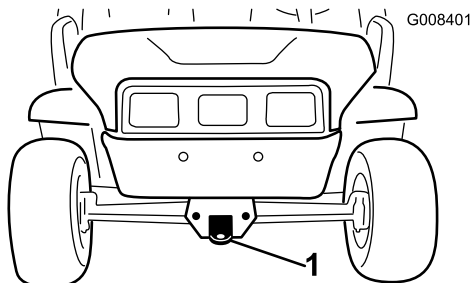
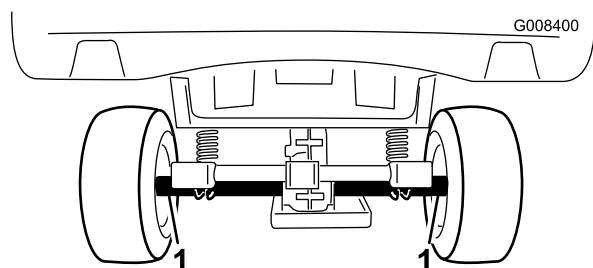

Figura 21
Figura 22
Para transportar la máquina largas distancias, será necesario utilizar un remolque. Asegúrese de que la máquina está firmemente sujeta sobre el remolque. Consulte en Figura 21 y Figura 22 la ubicación de los puntos de amarre.
2. Conecte un cable de remolque al punto de remolque, en la parte delantera del bastidor de la máquina (Figura 21).